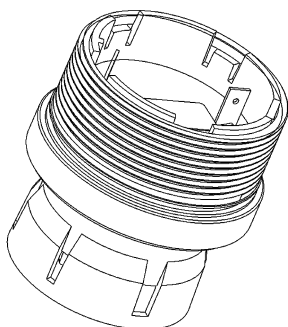

Fig. 14 Sensore e protezione SensorGard
- (1) Svitare il modulo sensore dalla parte inferiore del rivelatore di gas Serie ULTIMA X[®] [→ Fig. 14].
- (2) Individuare e procurarsi il modulo sensore adatto.
- (3) Sostituire il modulo sensore.